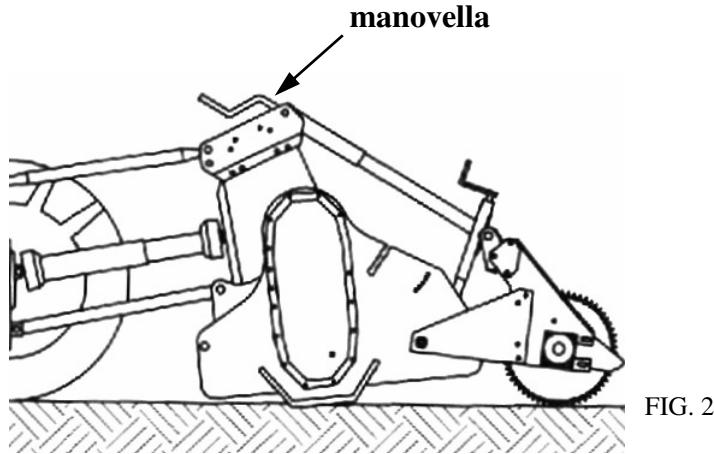

FIG. 2
**!** Attaccare il terzo punto del trattore ai tiranti superiori della zappatrice mediante perno bloccato da copiglia (vedere fig. 2). Tramite il tirante del terzo punto, che consente di regolare l'inclinazione dell'attrezzo, disporre la zappatrice parallelamente al terreno da lavorare (vedere fig. 3). Questa condizione di lavoro prolunga la durata dell'albero cardanico e dell'attrezzo.
Se la vostra zappatrice è equipaggiata con un rullo posteriore oltre alla slitta, la regolazione della profondità di lavoro si effettua ruotando la manovella centrale situata al di sopra delle piastre superiori del terzo punto (fig 2).